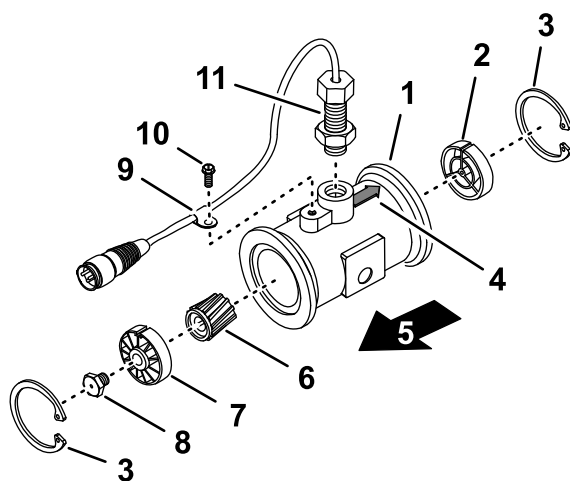

Figura 95
3. Scoateți inelul de fixare de la partea din amonte (Figura 95).